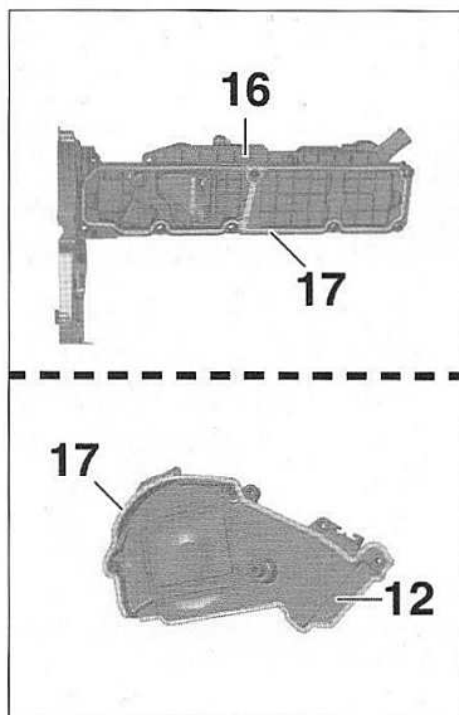

FIG.105
- Contrôler le bon positionnement des joints (17) sur le couvre-culasse (16) et le carter supérieur de distribution (12) (Fig.105).